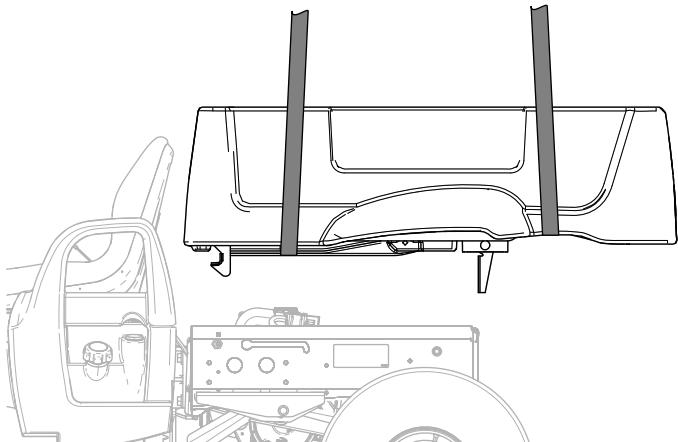

Figura 6
9. Sollevate il pianale di carico verso l'alto ed estraetelo dalla macchina (Figura 6).
4. Sollevate il pianale di carico verso l'alto ed estraetelo dalla macchina (Figura 6).